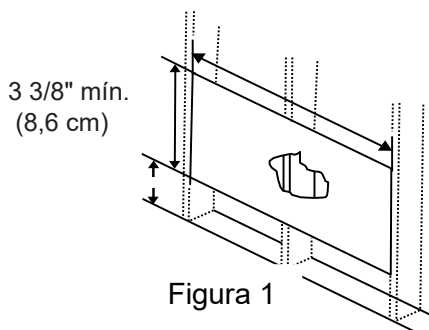

Figura 1
3. Mida entre los extremos interiores de los demás taquetes, como se muestra en la Figura 1.